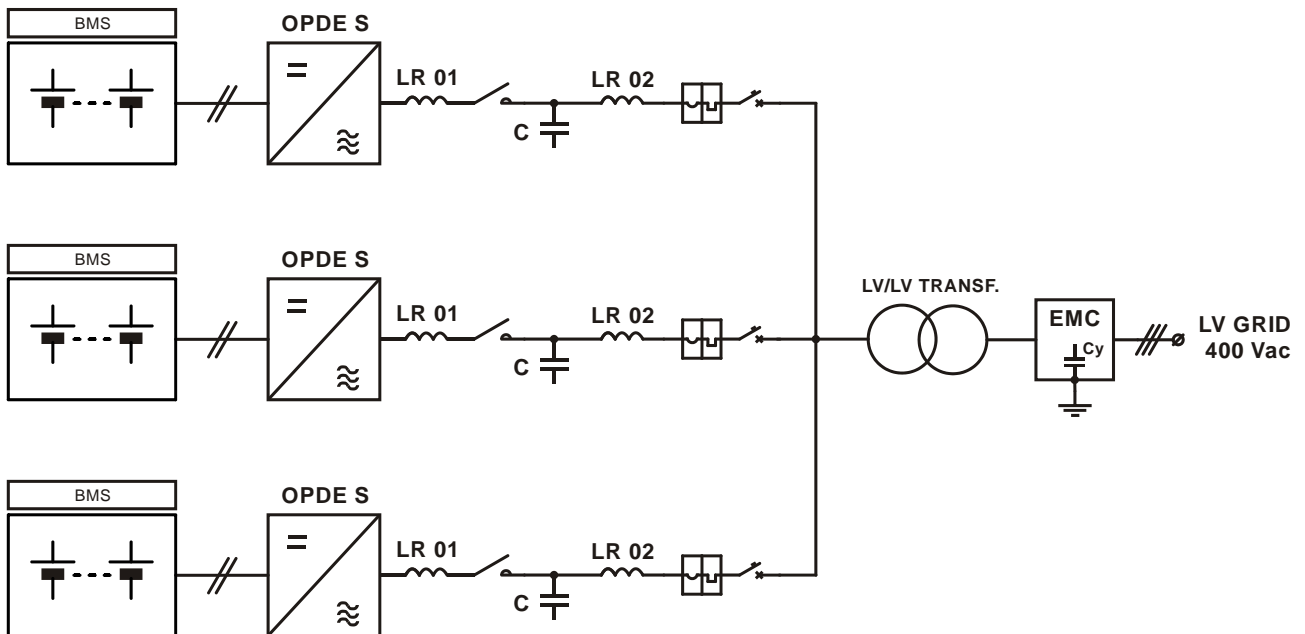
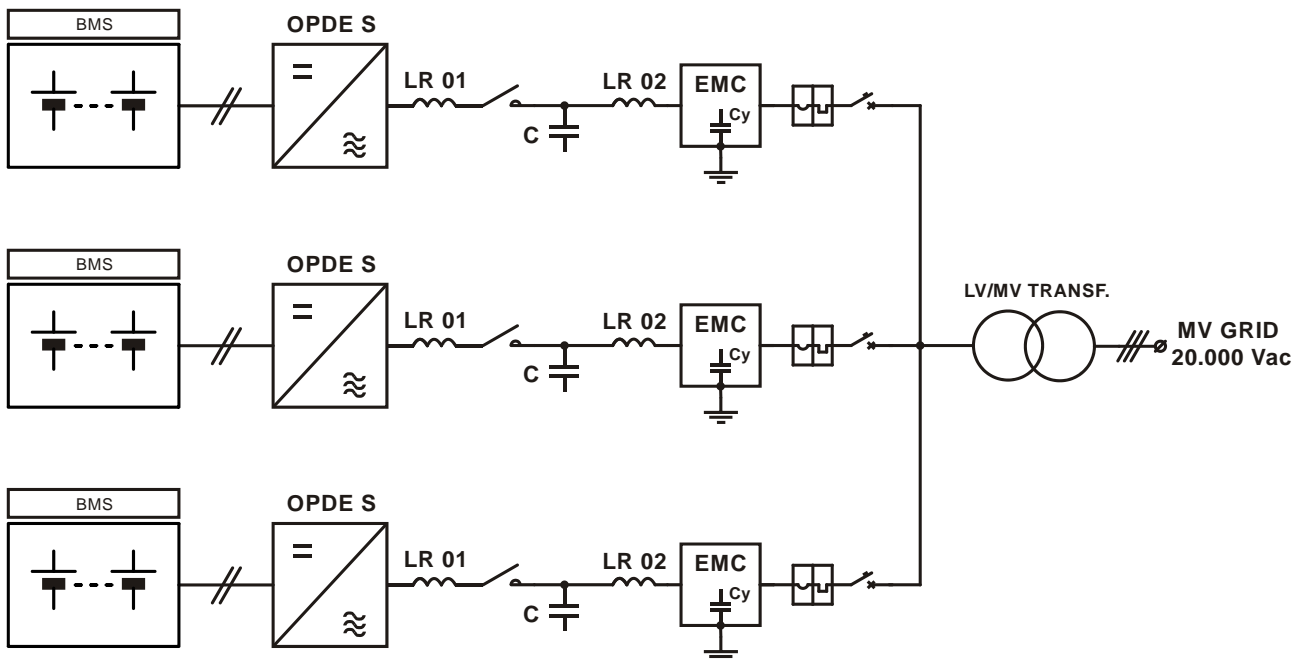

FIG. 77 – 3 x OPDE S in parallelo collegati in BT, applicazione storage
FIG. 78 – 3 x OPDE S in parallelo collegati in MT, applicazione storage
- 2) nel caso di connessione alla rete BT è necessario collegare un filtro EMC unico nel lato 400Vac del trasformatore (FIG. 77). Nel caso di connessione alla rete MT è necessario collegare un filtro EMC dedicato in uscita ad ogni OPDE AFE ENERGY (FIG. 78).